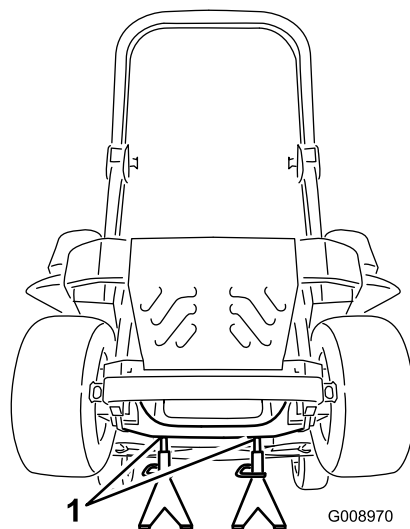

Figura 90
3. Levante la máquina y apóyela sobre gatos fijos (Figura 90).
9. Retire los gatos fijos y baje la máquina (Figura 90).